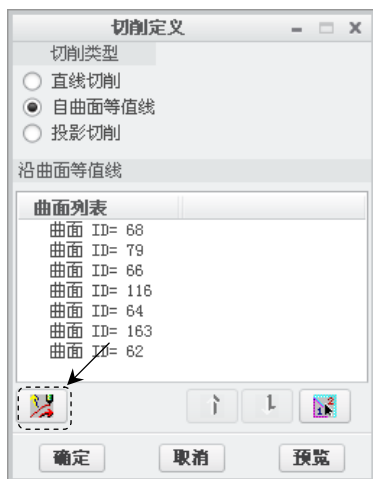

图 3.5.16 “切削定义”对话框
Step3. 在弹出的“切削定义”对话框中选择  自曲面等值线 单选项，如图 3.5.16 所示。